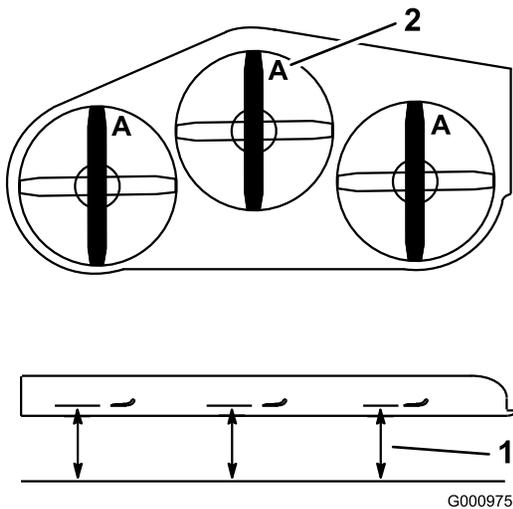

Figura 99
3. Rode as lâminas até as suas extremidades se encontrarem viradas para a frente e para trás (Figura 99).
4. Meça desde uma superfície nivelada até à extremidade de corte, posição A, das lâminas (Figura 99).